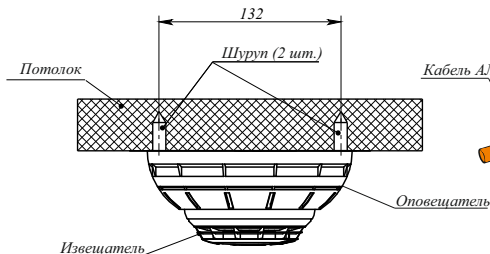

Рисунок 5
- л) закрепить оповещатель с пожарным извещателем на потолке на два шурупа (рисунок 5).